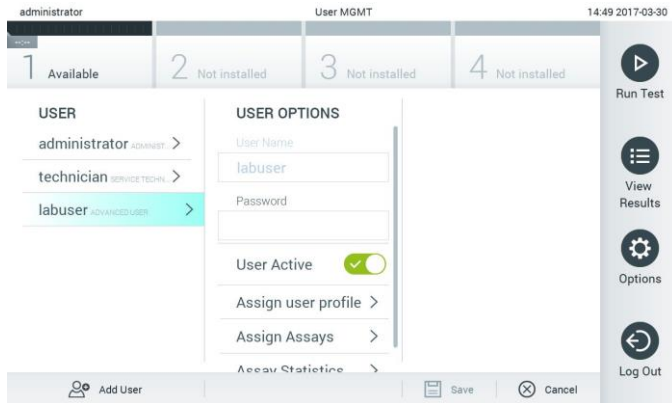

Figura 48. Selecionar e gerenciar usuários.
2. Selecione o usuário a gerenciar a partir da lista na coluna esquerda da área de conteúdo (Figura 48, página seguinte).